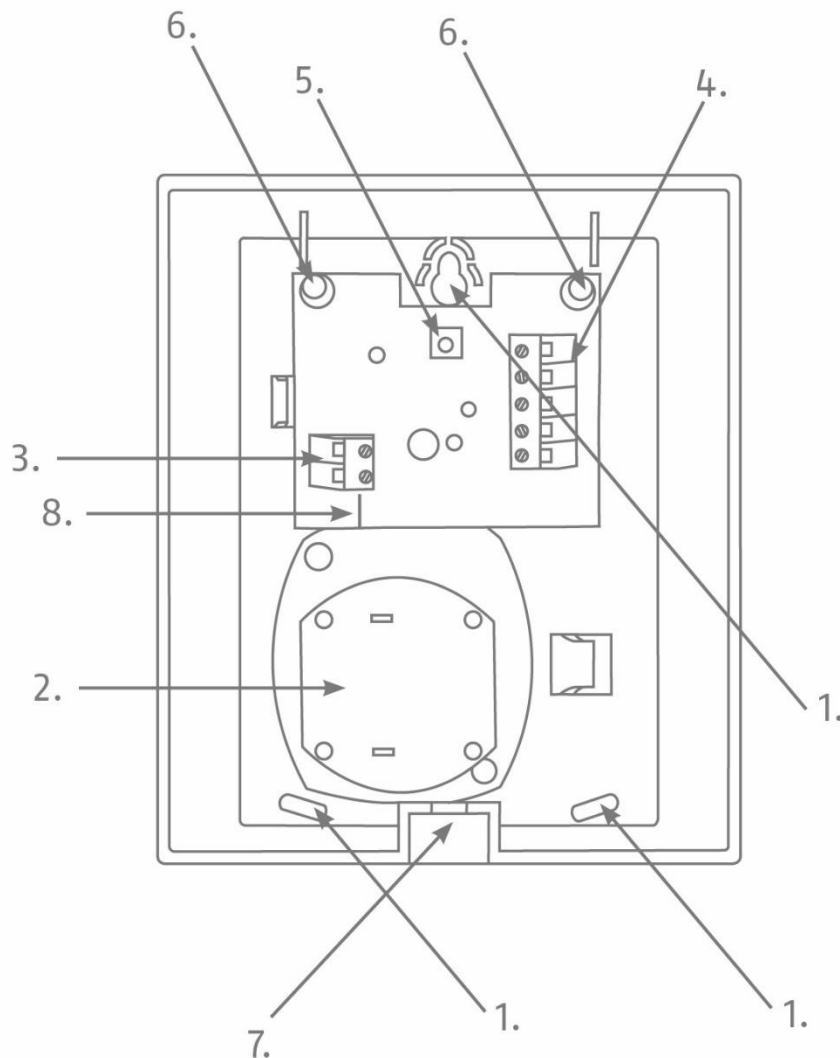

Figure 1 : aperçu de la sirène
- Ouvrez le couvercle de la vis du boîtier au niveau de la partie inférieure (voir fig. 1).
Il existe deux possibilités de réglage du pont enfichable « SW1 » (fig. 1) :